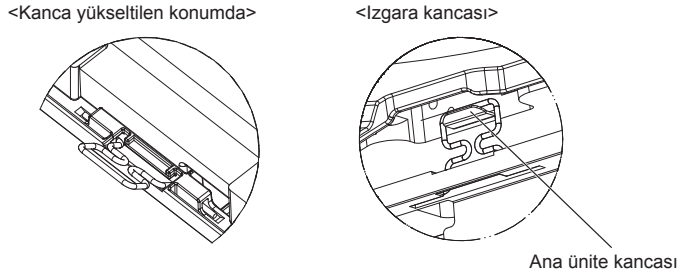

Fig. 10-5
- Izgaranın köşelerindeki vida delikleriyle ana ünitenin köşelerindeki vida montaj deliklerini hizalayın, ızgaradaki iki kancayı ana üniteye drenaj tavası çıkıntılarına tutturun ve ızgarayı geçici olarak asın. (Fig. 10-5)
- Vidayı sıktıktan sonra (Fig. 10-5) iki ızgara kancasının ana üniteye kancalara tutturulduğundan emin olun.